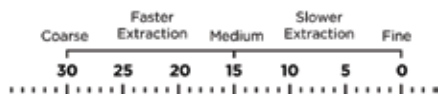

Fig. 3:
2. Bønneboksen har merking som angir kaffes grovhet (se Fig. 3). For å justere malingsinnstillingen, sørg for at ønsket innstilling på bønneboksen er justert med markeringen på toppen (som vist i Fig. 4).